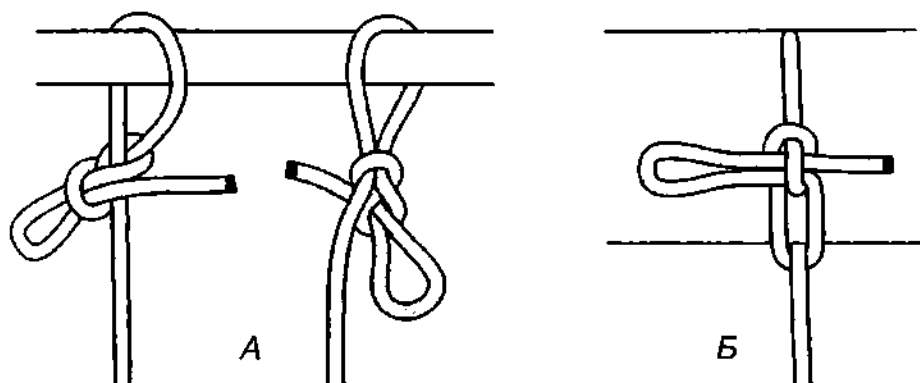

Рис. 551. А – эвенкский узел; Б – вывернутый эвенкский узел, завязанный на большой по диаметру опоре.
В основе *эвенкского узла* лежит *быстроразвязывающаяся восьмёрка*. Несмотря на свою неустойчивость, *эвенкский узел* очень надёжный, когда он правильно связан и затянут (рис. 551 А). В Сибири коренные жители-оленоводы привязывают этим узлом оленей и делают это очень быстро, за пару секунд. Высокая скорость завязывания узла особенно важна при сильном морозе. Узел вяжет-ся двумя руками.
**Сибирский штык** хорош тем, что его можно вязать и на тонких и на толстых опорах. При натяжении верёвки на толстых опорах **быстроразвязывающаяся восьмёрка** может вывернуться и тогда петелька становится запертой в калышке. При других условиях калышка оказалась бы не стабильной и вывернулась бы снова, но в этом узле, будучи прижатой к опоре всей поверхностью, она остаётся устойчивой и способна выдержать немалую нагрузку, даже если она не постоянная (рис. 551 Б). Чем толще опора, тем надёжней узел. Петельку необходимо делать подлинней.